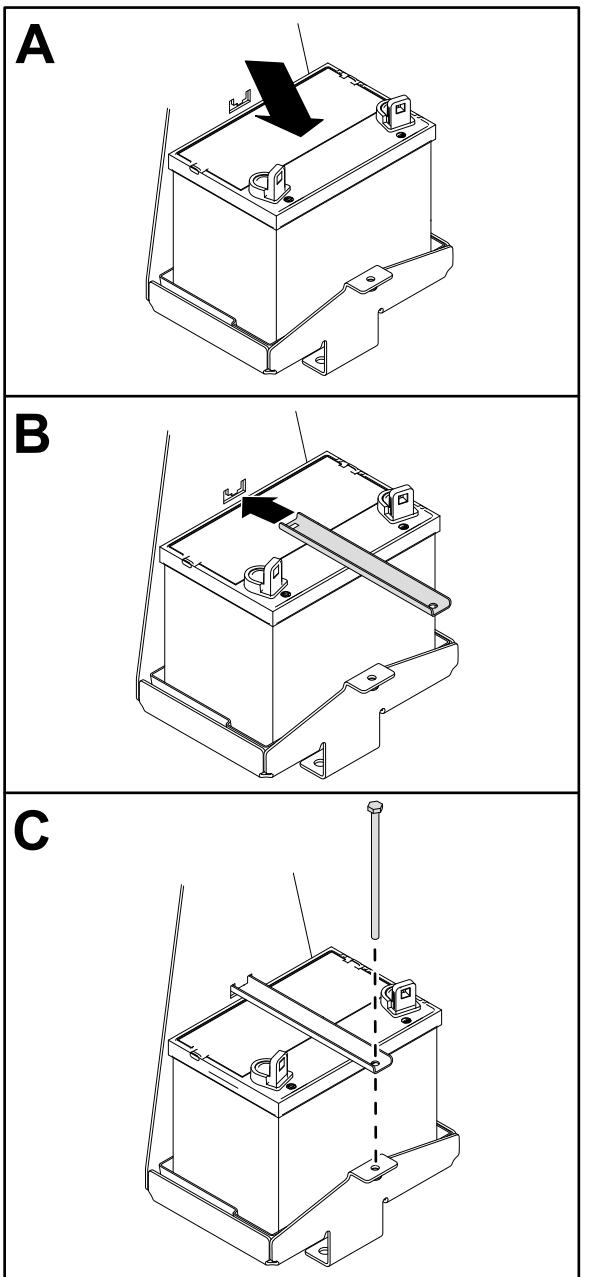

Figure 39
1. Installez la batterie comme montré à la Figure 39.